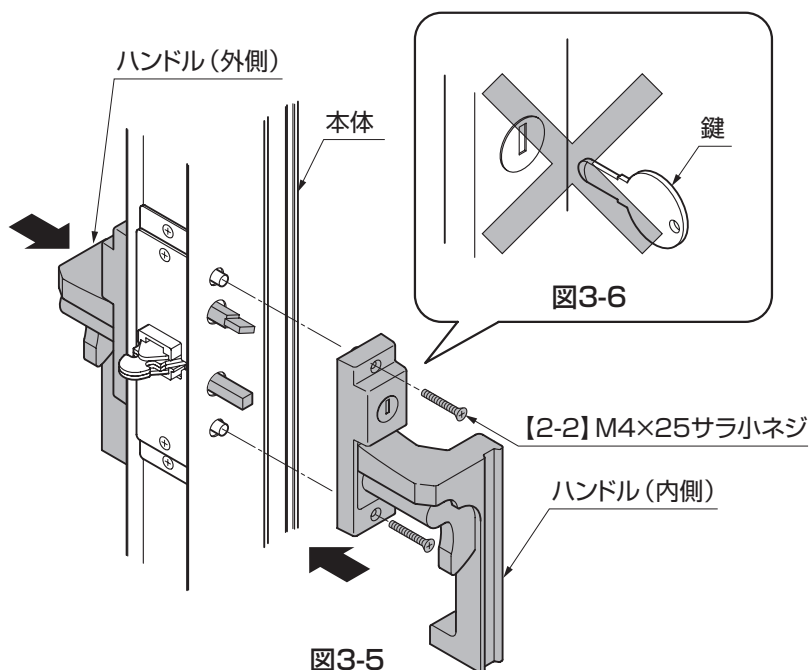

図3-5
②本体にハンドル（外側）のシャフトを挿入して、ハンドル（内側）を【2-2】組付けてください。（図3-5参照）